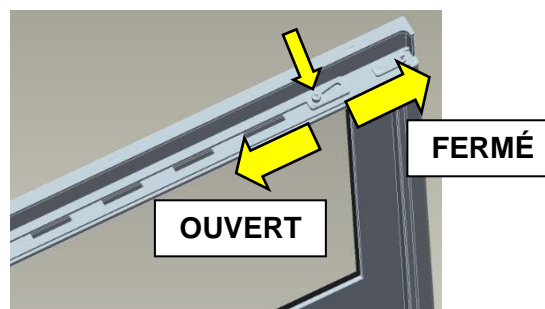

Fig. 18 : registre d'air secondaire
Le « myCastle » comporte un registre d'air secondaire. Celui-ci se trouve sur la face interne de la porte du foyer de combustion (Fig. 18). Afin d'élargir les sections de passage d'air, veuillez desserrer la vis droite et gauche de la vanne et ajuster la vanne.
- Ne fermez jamais complètement la section transversale de la ventilation spéciale de la vitre (Fig. 18 à la page 18) chargée de nettoyer la vitre d'exposition.